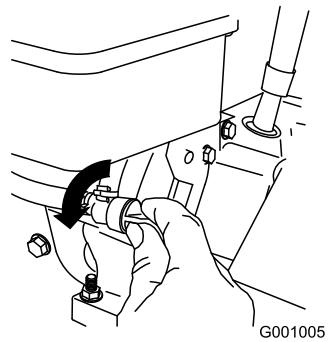

Figure 25
3. Tournez le robinet de carburant dans le sens anti-horaire pour l'ouvrir (Figure 25).